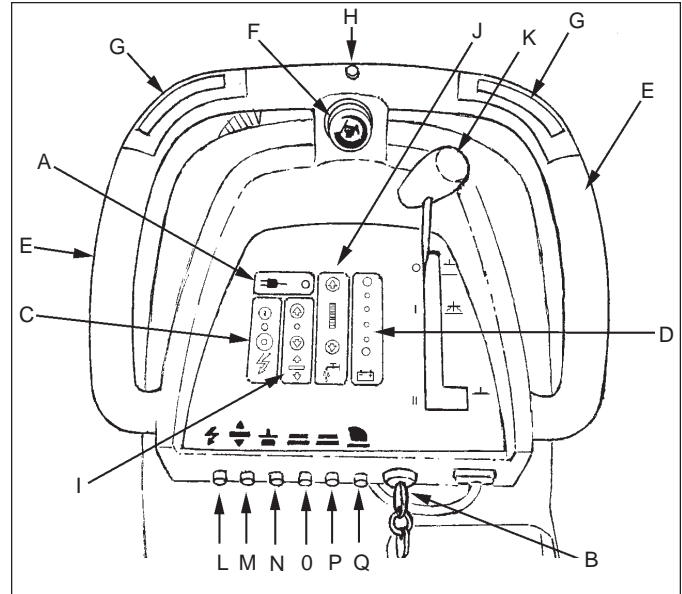

Рисунок 3
### Измеритель зарядки батареи (Смотрите рис. 3, элемент "D")
### Рукоятки управления (Смотрите рис. 3, элемент "E")
### Переключатель скорости движения (Смотрите рис. 3, элемент "F")
### Переключатель переднего/заднего хода (Смотри рис.3, элемент "G")
**Переключатель заднего хода (Смотрите рис. 3, элемент “Н”)**
**Кнопки на моторе щёток (Смотрите рис. 3, элемент “I”)**